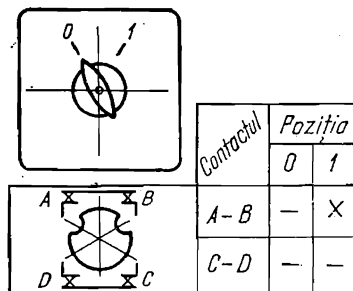

Fig. 2.96. Schema întreruptorului monopolar C.16.01.20.004
*Întreruptorul monopolar* tip C16.01.20.004, prezentat în fig. 2.96, are un singur etaj și 2 poziții ferme 0—deschis, 1—închis pentru contactul A-B. Se poate folosi pentru întreruperea circuitelor de curent alterna-